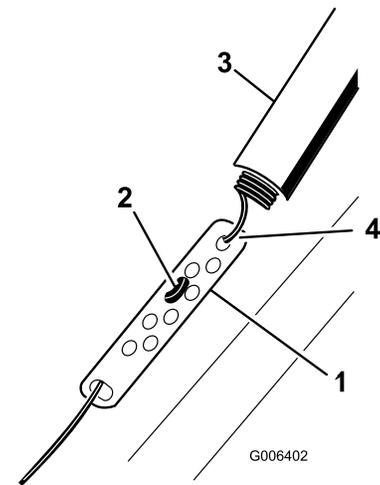

Figura 23
1. Deslice hacia arriba el protector del muelle y desenganche el muelle de la pletina de ajuste (Figura 23).
2. Mueva el enganche en Z a un taladro superior o inferior de la pletina de ajuste, según sea necesario, para obtener el espacio de 2–3 mm (1/16–1/8 pulgada) entre la barra de control y el manillar (Figura 23).